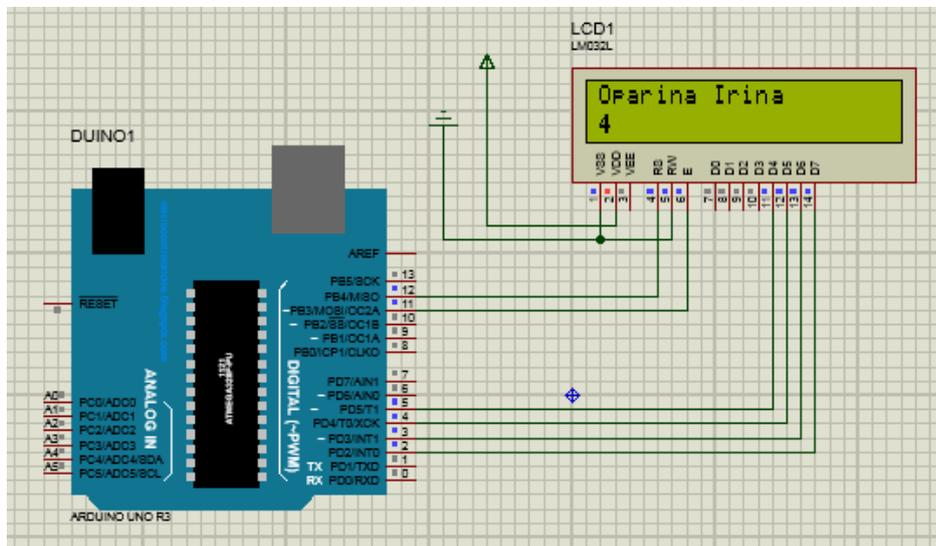

Рисунок 3.1 – Собранный схема в Proteus
3.2.1 Собрать схему в среде Proteus (рисунок 3.1).